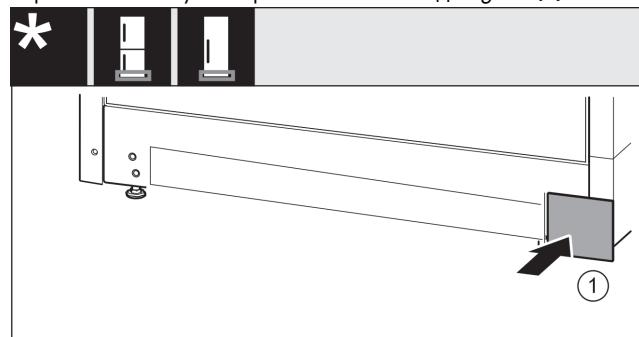

Fig. 17
- Знову одягніти кришку з іншого боку. Fig. 17 (1)